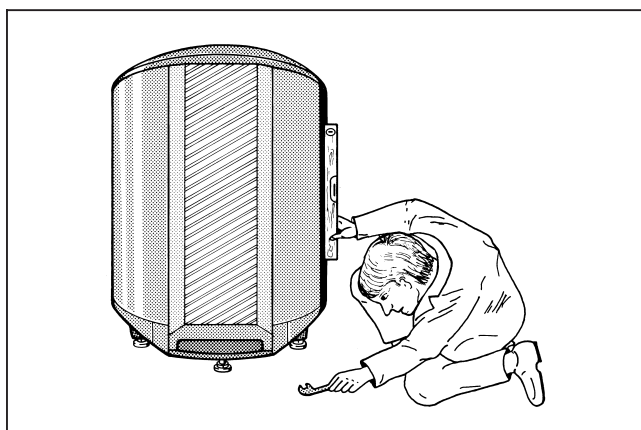

Abb. 6
- Speicher-Brauchwassererwärmer durch Justieren der Fußschrauben senkrecht ausrichten (Abb. 6).